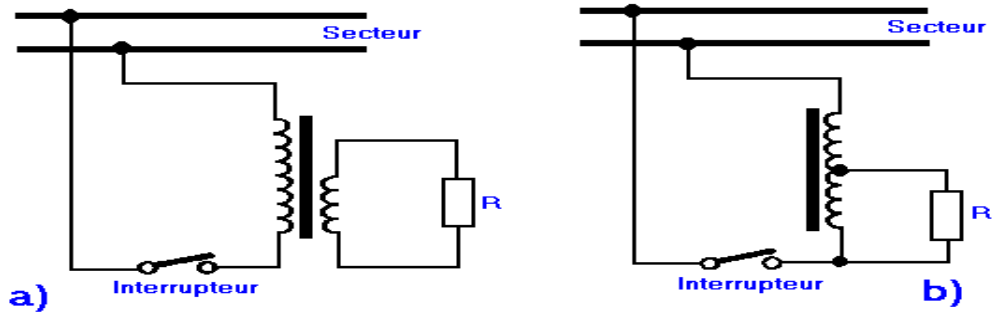

Fig. 11. - Transformateur et autotransformateur à primaire ouvert.
**Dans le transfo à bobines séparés** (fig 11- a), le circuit secondaire du transformateur n'est pas relié au secteur ; il n'est donc pas sous tension quand l'interrupteur est ouvert
**Dans l'autotransformateur** (fig 11-b) le circuit secondaire est relié au secteur par l'intermédiaire de l'enroulement ; quand on ouvre l'interrupteur, le circuit reste relié à l'un des conducteurs du secteur et se trouve donc sous tension.